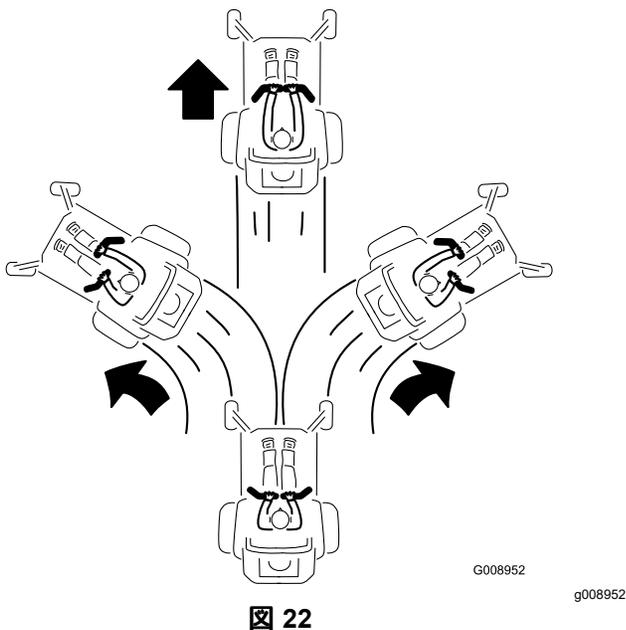

図 22
2. 前進するには、左右の走行コントロールレバーをゆっくりと前へ押し出す 図 22。